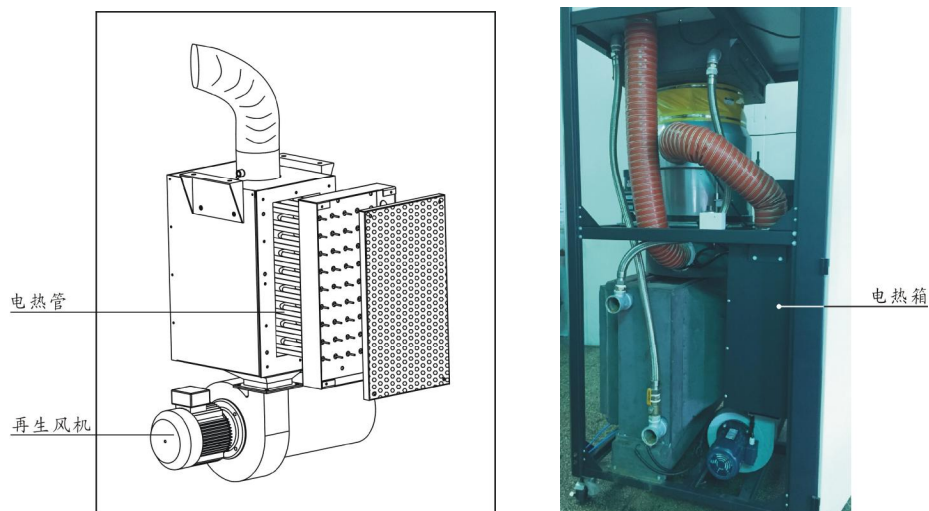

图 6-3: 电热管安装图
- 1) 将电热管固定在电热管安装板上，然后装入电热箱，如图 6-3 所示